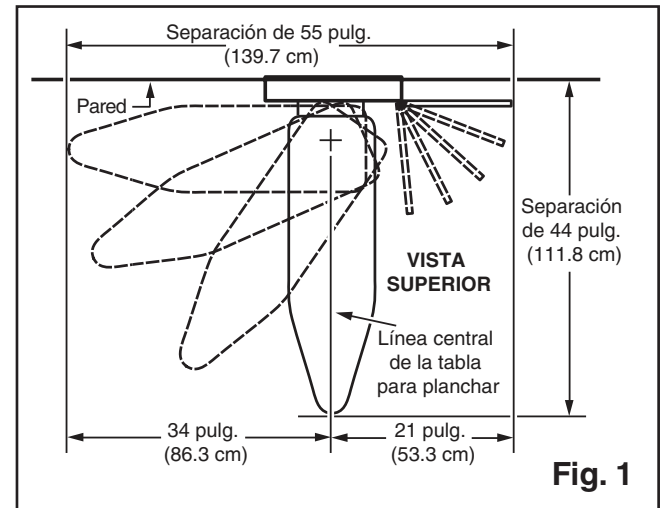

Fig. 1
1. Determine dónde va a realizar la instalación. (Fig. 1)